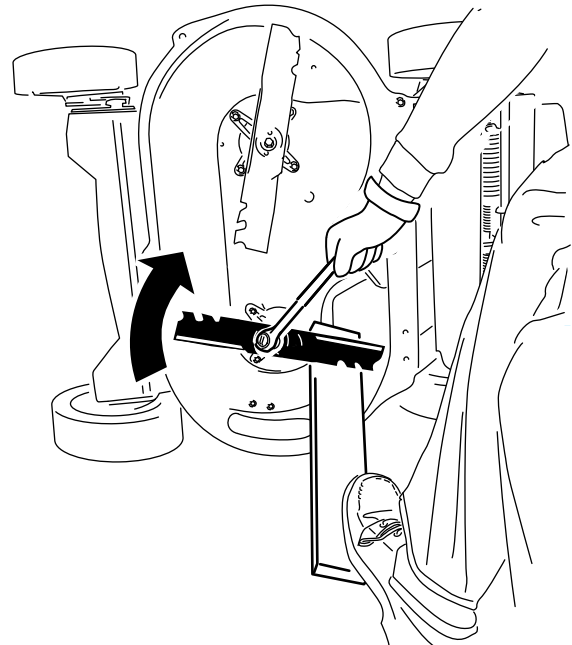

Figura 38
2. Segure cada lâmina com uma tábua e rode o parafuso da lâmina no sentido dos ponteiros do relógio com uma chave como se mostra na Figura 38; aperte o parafuso de cada lâmina com 82 N·m.